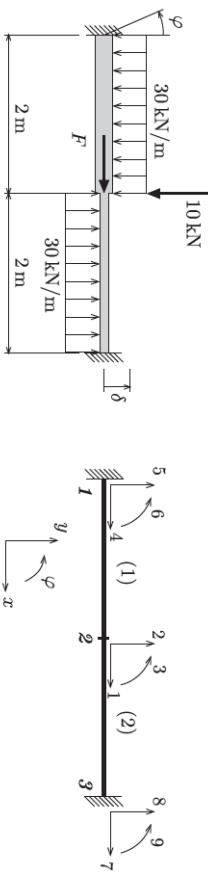

Fig. E6 - Carregamento e numeração dos graus de liberdade.
6. (1999, P1 Q1[6,5]) A análise matricial da estrutura da figura E6 forneceu o seguinte vetor reduzido de deslocamentos nodais